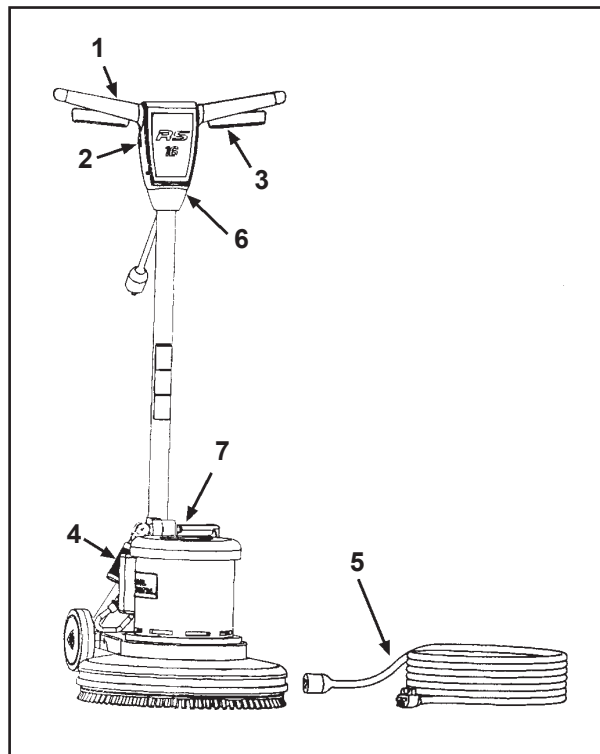

Figura 1
FAMILIARÍCESE CON SU MÁQUINA (Figura 1)
- 2. RS-16 DC: Instale el faldón de polvo como se muestra en la figura 1, ítem 8; tensando la banda hacia abajo.